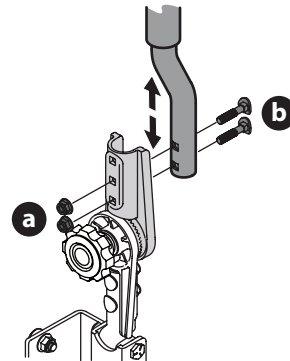

Figura 6
1. Retire las tuercas de seguridad de la brida (a) que fijan los pernos de carro (b) en las palancas de control de la transmisión (Figura 6).
2. Retire los pernos de carro (b) de las palancas de control de la transmisión y vuelva a colocarlas en el segundo juego de orificios del bloque de montaje (Figura 6).
3. Vuelva a instalar los pernos de carro (b) y las tuercas de seguridad de la brida (a), y apriételos a 28-34 pies-libra (38-46 N-m) (Figura 6).